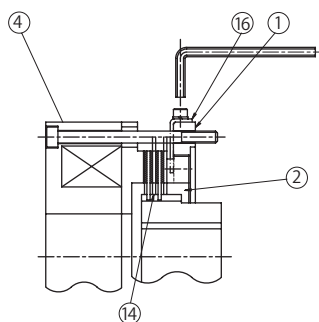

図 8-27
- (1) P79 の手順でブレーキを手動解放します。
- (2) センターリング①外周上にあるストッパー⑬をゆるめ、抜き取ります。ギャップ調整ネジ②がフリーになります。(図 8-27 参照)